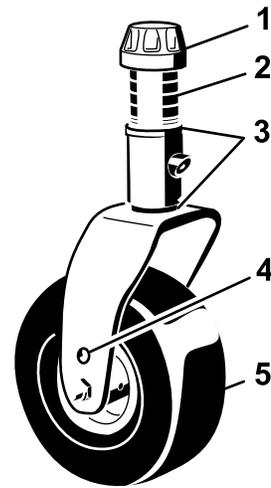
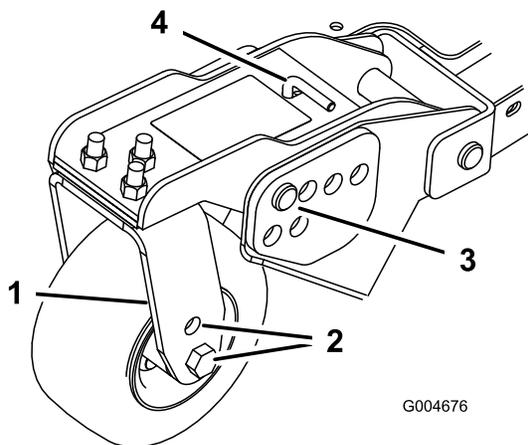
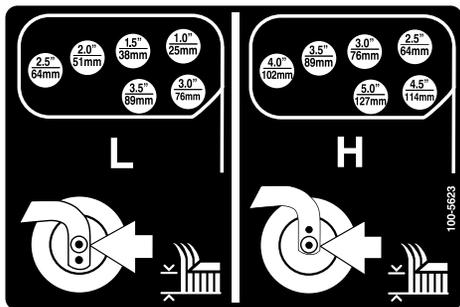

Figura 19
Figura 21
Figura 22
1. Posizionate gli assali delle ruote orientabili negli stessi fori di tutte le forcelle (Figura 19 e Figura 21). Vedere lo schema seguente per stabilire il foro corretto per la regolazione.
2. Togliete il cappuccio di tensione dall'asse del perno (Figura 19) ed estraete il perno dal braccio della ruota orientabile.
6. Togliete la coppiglia ed i perni con testa dai bracci di rotazione delle ruote orientabili (Figura 21).
7. Girate il tenditore per alzare o abbassare il braccio di rotazione finché i fori non sono allineati con i fori della staffa dell'altezza di taglio selezionati, nel telaio dell'apparato di taglio (Figura 21 e Figura 22).